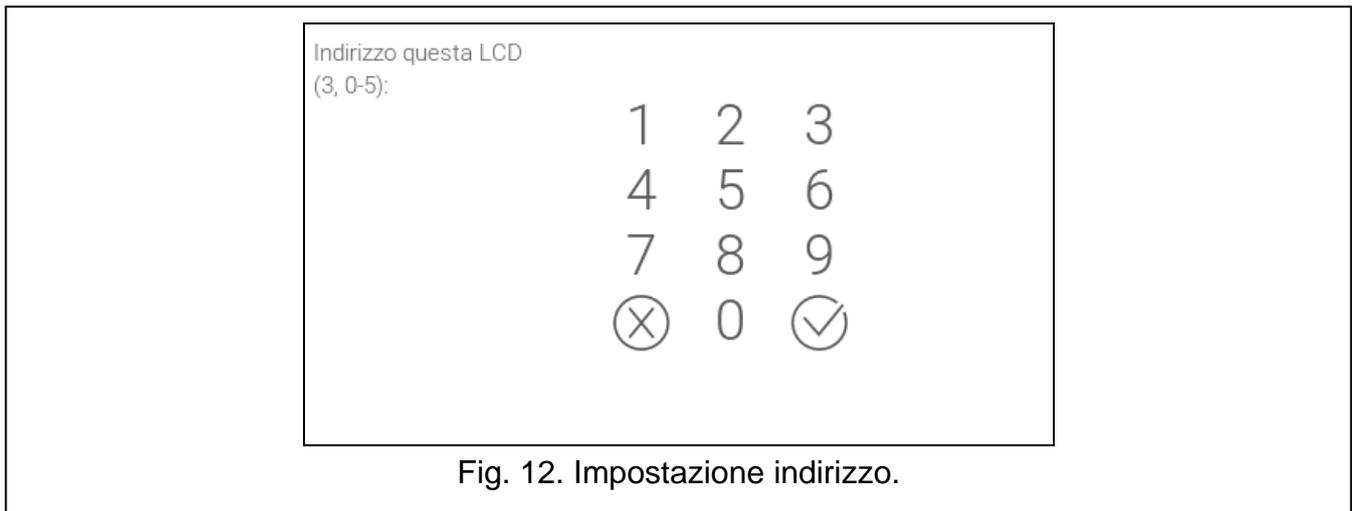

Fig. 12. Impostazione indirizzo.
1. Toccare    . Avviare la funzione "Ind. tastiere". Sui display di tutte le tastiere collegate alla centrale, comparirà l'avviso "Ind. Tastiera: (n, 0-5)" [n – indirizzo della tastiera; 0-5 – intervallo degli indirizzi gestiti] (Fig. 12).